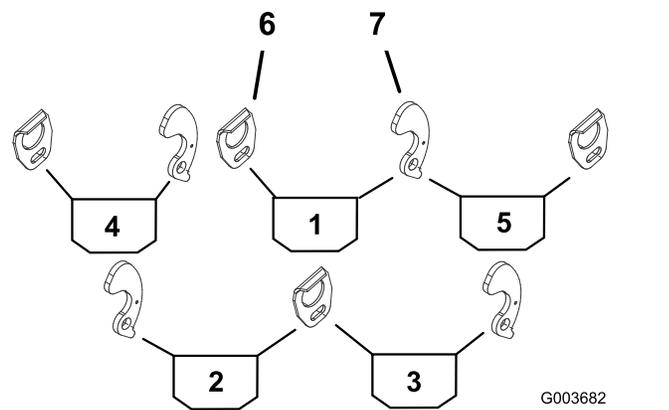

Рисунок 1
- Используйте Рисунок 1 для определения точек, где необходимо установить направляющие или кронштейны корзины на несущие рамы режущих блоков.
- Установите направляющую корзины на соответствующую сторону несущей рамы каждого режущего блока (**Рисунок 1**) при помощи болта (5/16 x 1/2 дюйма) и плоской шайбы (3/8 x 7/8 дюйма).